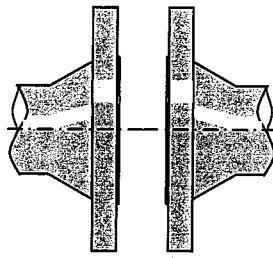

図4 面間が大きい
- フランジ面間が大きく開いていると、大きなボルト締付力を与えても、実際のガスケット面圧が小さく、漏れの原因となりますので修正してください。 (図4参照)